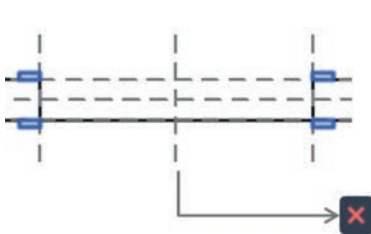

Fig. 9.32
- Dans la vue en plan, sélectionnez les géométries qui se trouvent de chaque côté du mur et autour de l'ouverture. Supprimez ces deux géométries (fig. 9.32).